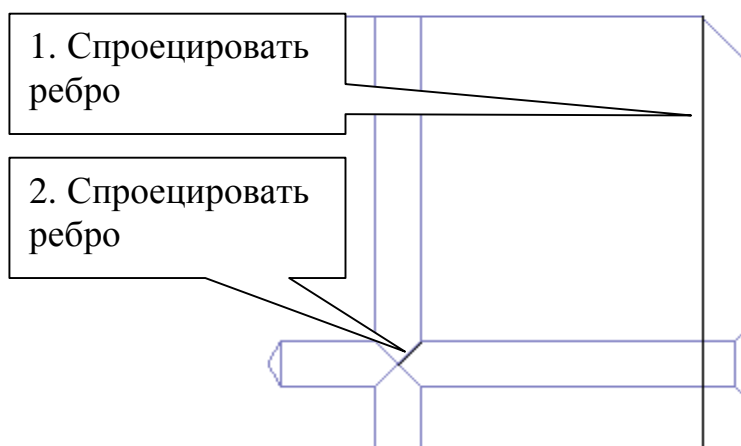

Рис. 98
- Для выполнения канавки для смазки выделите в дереве построения плоскость XY и перейдите в режим редактирования эскиза . На панели **Геометрия**  нажмите кнопку **Спроецировать объект**  и выделите ребра согласно рис. 98. Выполните команду **Выделить по стилю кривой**  и линии, выполненные основной линией, измените на стиль «Утолщенная».